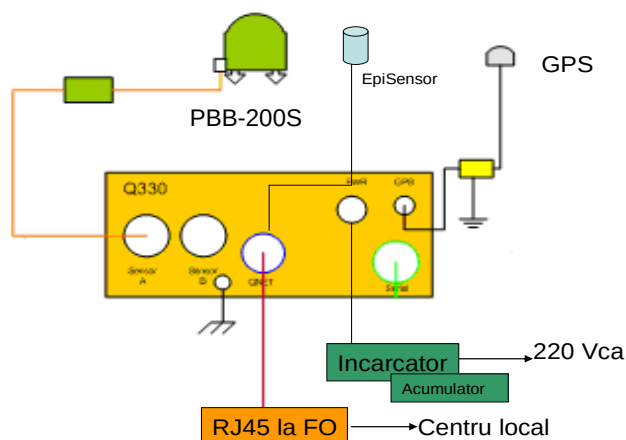

Fig.1.1
-are rolul de a înregistra datele în timp real de la senzorul seismic și de a le trimite către PC1. Conexiunea dintre Q330 și PC1 se face conform Fig.1.1.